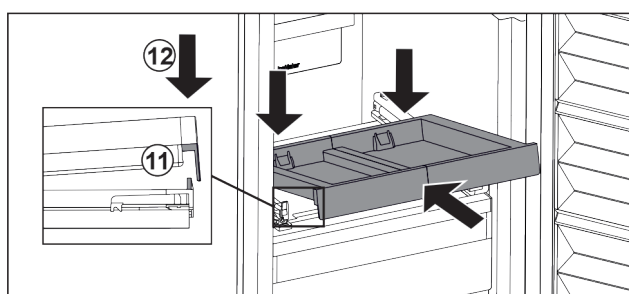

Fig. 84
- ▶ Skjut in i vinkel. Kontrollera att stoppet befinner sig på båda sidorna bakom fliken. Fig. 84 (11)
- ▶ Sätt ned utdragshyllan framtill. Fig. 84 (12)